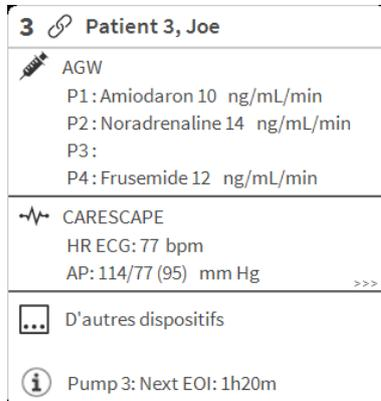

Fig 64
- Cliquez l' "Espace lit" du lit concerné à afficher (Fig 64)